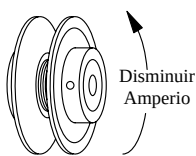

Fig. 11
• **Ajuste la polea si es necesario.** Si la lectura de amperio es menos del valor especificado del motor, apague la unidad y quite la rejilla con el filtro. Desconecte el motor dentro de la caja para protegerse en caso de que alguien intente poner en marcha el enfriador mientras usted está trabajando. Esto hay que hacerlo por su propia seguridad. Ajuste la polea a un diámetro mas grande y vuelva a ajustar la tensión de la banda. Conecte el motor, coloque la rejilla y compruebe de nuevo el amperio. Repita estos pasos hasta obtener la lectura de amperio correcta. El incrementar el diámetro de la polea, incrementa también el amperio; el disminuir el diámetro de la polea, disminuye también el amperio (véase fig. 11).